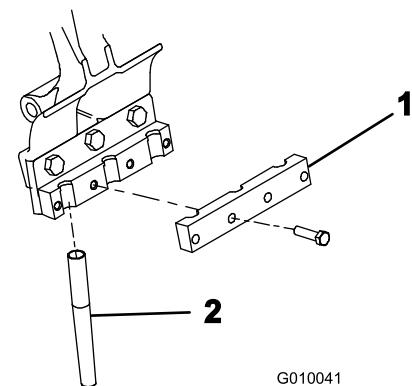

図 24
4. 各タイン・ホルダーにタイン・クランプを仮止めする； $3/8 \times 1\text{-}1/2$  in ボルト 4 本を使用する（図 24）。この時点ではまた本締めしないこと。